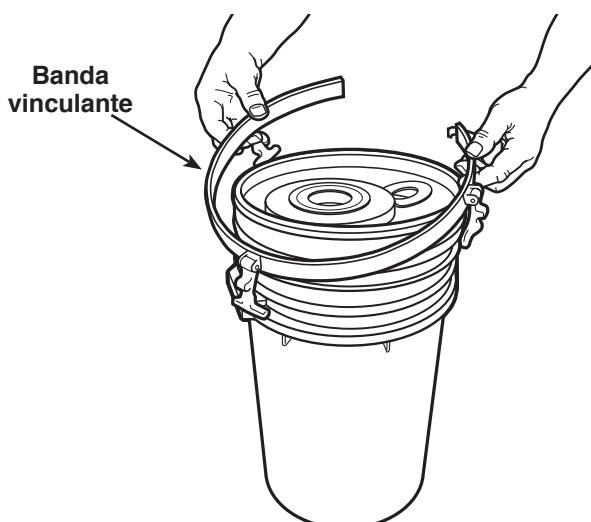

Figura 12
6. Abra el pestillo en la banda vinculante y extrágalo del filtro anterior. Consulte la Figura 12.